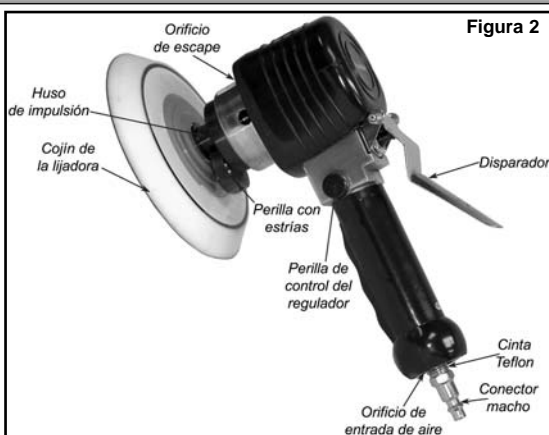

Figura 2
2. Instale un conector macho NPT de 1/4" (no incluido) en el orificio de entrada de aire de la herramienta (ver Figura 2).